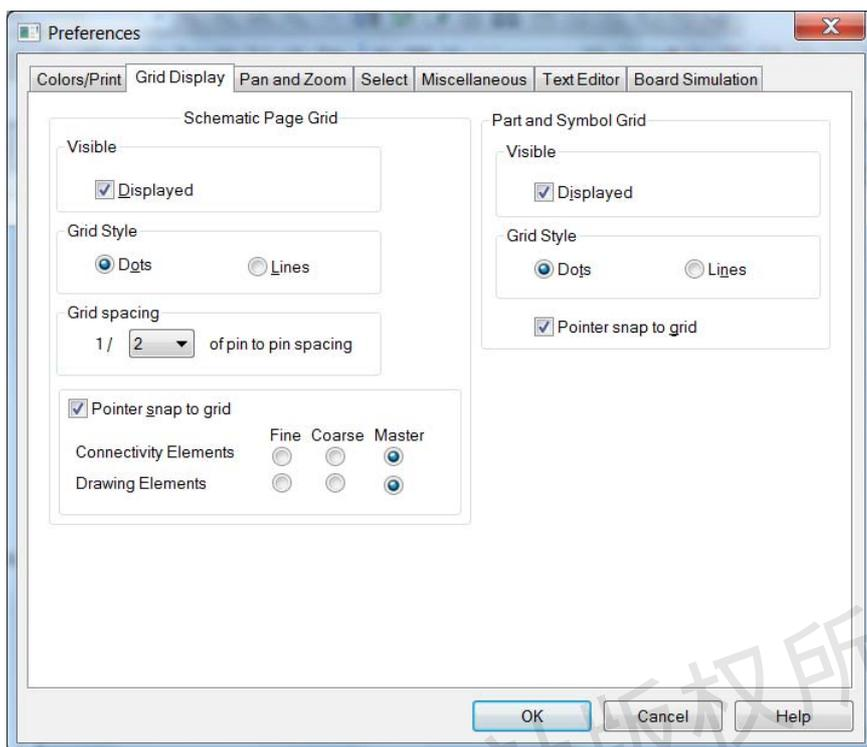

图 2-44 Capture 运行环境配置 3 (Grid Display)
① 网格点的显示控制：选择执行 **View→Grid** 子命令，可以使坐标网格点在显示与不显示之间变化。
② 网格点形状的控制：进行 **Capture** 运行环境设置时，**Grid Display** 标签页（见图 2-44）中 **Grid Style** 栏的设置决定了网格点是用网点（选用 **Dots**）还是用线条（选用 **Lines**）表示。
③ 绘图过程中光标运动模式的控制：若在图 2-44 中使 **Pointer snap to grid** 处于选中状态，则光标在电路图中选定的位置以及绘制的互连线、元器件端线等均只能终止在坐标网格点上，这样可以保证元器件与互连线之间真正实现电连接。
Grid Display 标签页如图 2-44 所示, 该标签页用于设置与坐标网格点有关的参数。其中, **Schematic Page Grid** 栏中的设置只影响电路图的绘制; **Part and Symbol Grid** 栏中的设置只对 Part 窗口中编辑的电路元素符号图形起作用。下面说明 **Schematic Page Grid** 栏中 4 组参数的含义。Part and Symbol Grid 栏中三组参数的含义与其相同。
① **Visible**: 若勾选 **Displayed**, 则屏幕上将显示坐标网格点。View 主命令菜单中 **Grid** 子命令的作用与此相同。
② **Grid Style**: 此栏用于确定坐标网格是采用点状(若选中 **Dots**)还是直线(若选中 **Lines**)。
③ **Grid spacing**: 此栏用于确定坐标网格点之间的间距是引脚到引脚之间间距的几分之一。按照图 2-44 的设置, 坐标网格点之间的间距是引脚到引脚之间间距的二分之一。